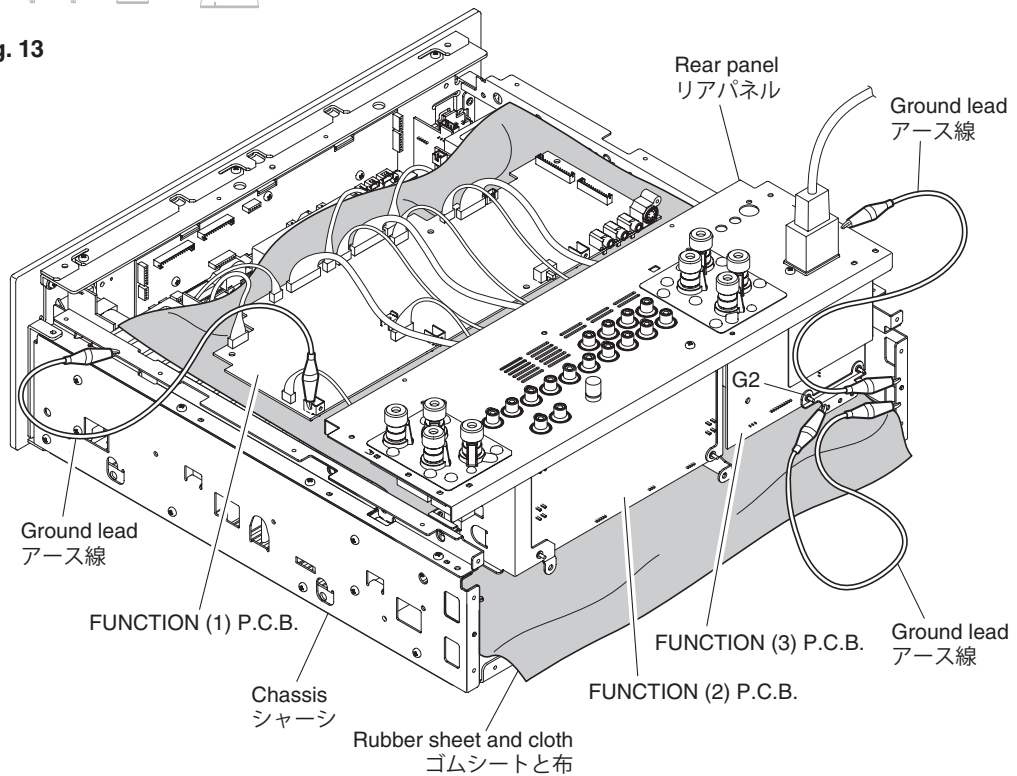

Fig. 14
- Place the P.C.B.s (with rear panel) upright. (Fig. 14)
- Connect the rear panel and FUNCTION (3) P.C.B. (G2) to the chassis with a ground lead. (Fig. 14)
- リアパネルと一緒に P.C.B. を立ち上げて置きます。(Fig. 14)
- リアパネル、FUNCTION (3) P.C.B. の G2 のアースをリード線でシャーシに接続してください。(Fig. 14)